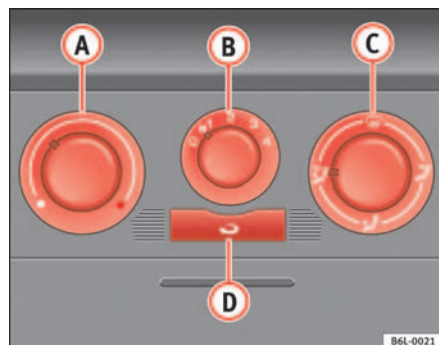

Fig. 83 Sur le tableau de bord : éléments de commande du chauffage
- Les régulateurs $\Rightarrow$ fig. 83 **A** et **C** et la commande **B** permettent de régler la température, la distribution de l'air et la vitesse de la turbine.